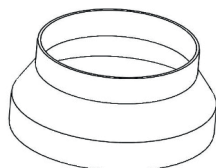

Рис. 1
1) Отвод (рис. 3а) - воздух отводится из здания через соединение вытяжки с вентиляционной трубой с помощью жесткой пластиковой трубы диаметром 120-150 мм с применением соответствующего переходника (рис. 1) или с помощью трубы и фитингов.